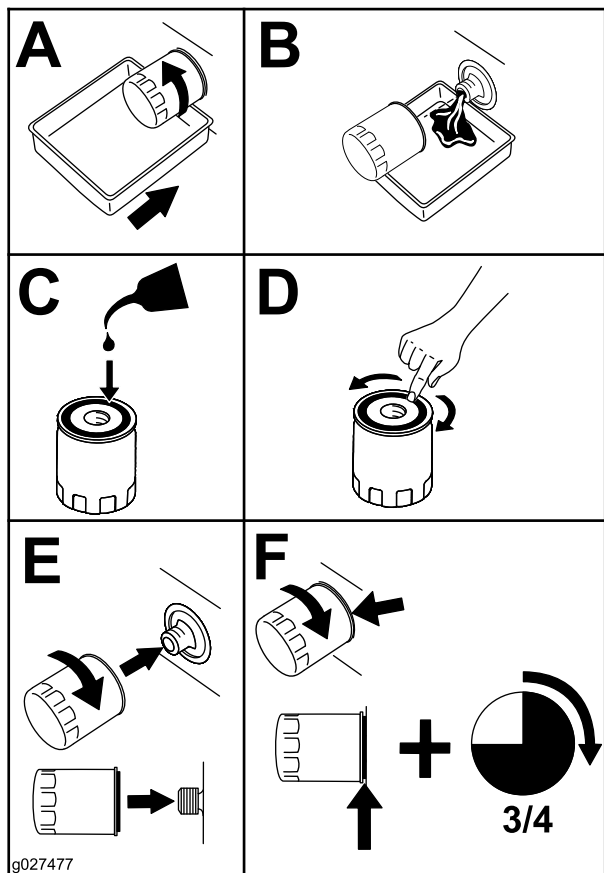

Figura 70
2. Sustituya el filtro de aceite del motor (Figura 70).